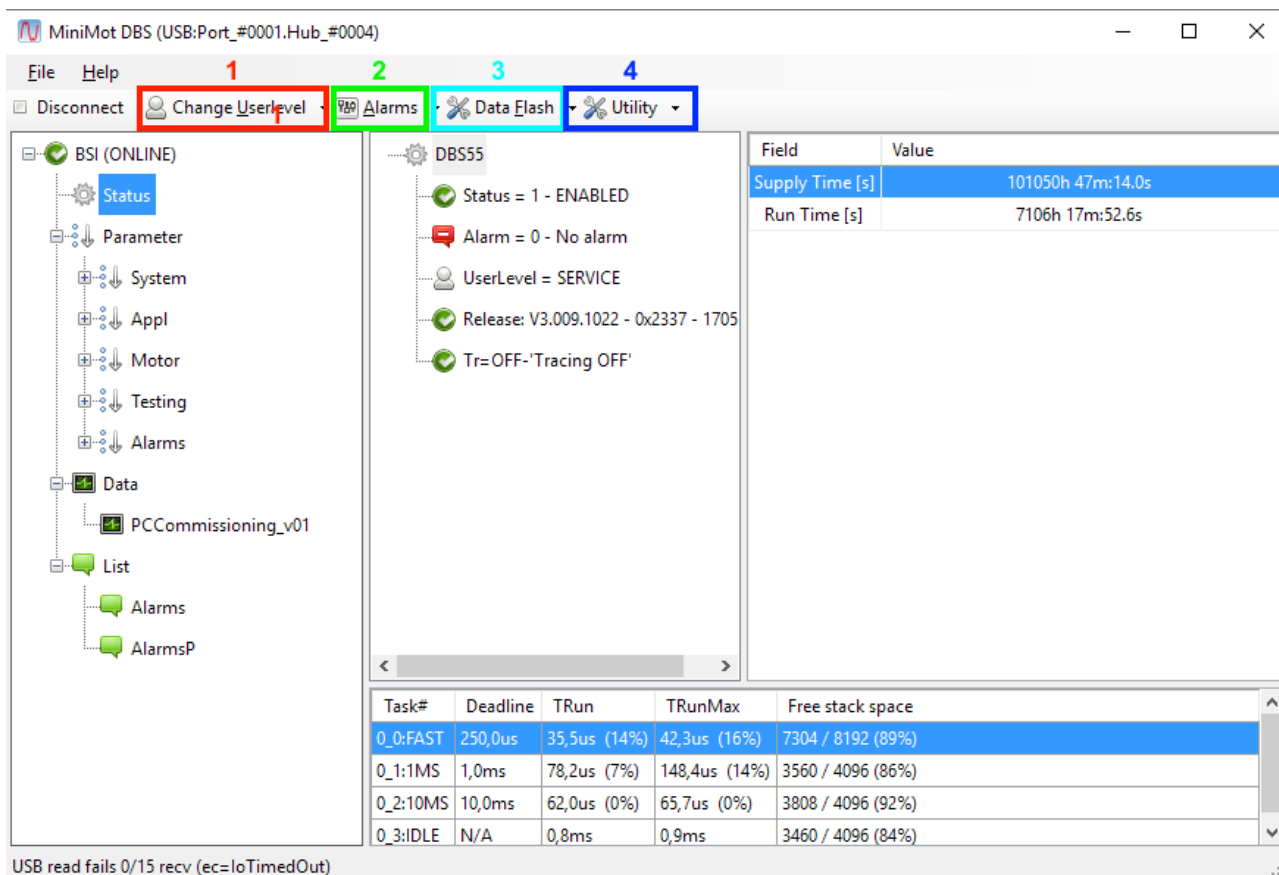

Figura 14
- 1 “Change User Level”: evidenziato in rosso in Figura 14, consente di cambiare il livello di utilizzo del programma, avendo accesso ad un numero via via maggiore di parametri.